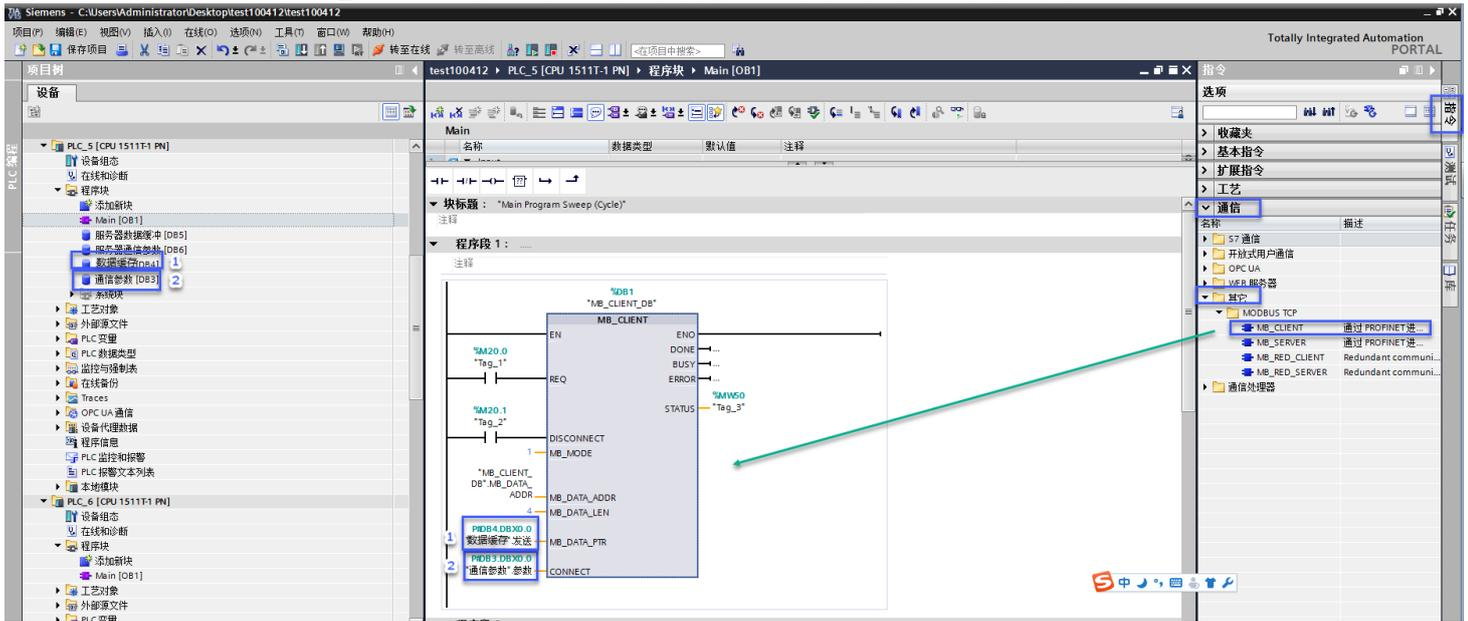

图 6.1 调用标准功能块
按照下图 6.1 所示，添加 MB_CLIENT 功能块，并对通信参数进行初始化，注意勾选数据优化功能。
- 5) MB_DATA_PTR 和 CONNECT：分别对应上图 6.1 中数据缓存 DB4 和通信参数 DB3，需按图 6.3、6.4 设置。